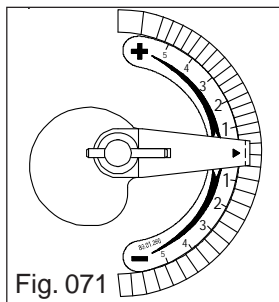

Fig. 071
- 1- A posição do seletor (Fig. 071) em relação aos furos do disco. É necessário ajustar o seletor conforme o tamanho da semente a ser semeada.